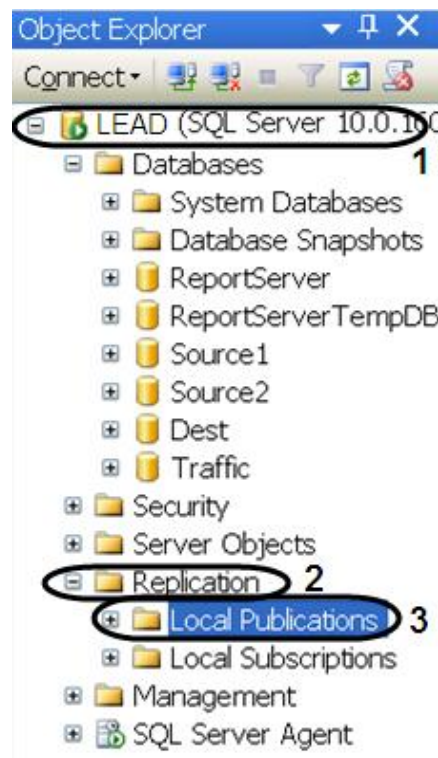

Fig. 9.3—3 Creating a new publication
7. Open the «Replication» folder (Fig. 9.3—3, 2), and then make a right click upon the «Local Publication» folder (Fig. 9.3—3, 3).